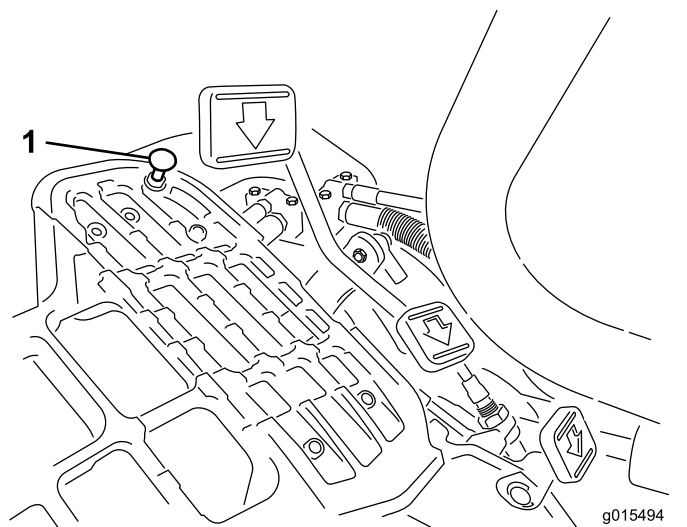

図 48
走行ペダルを踏み込んでみてください。ケーブルに張力が掛かる前にペダルがストップ 図 48 に当たる場合には調整が必要です。
1. ペダルストップをフロアプレートに固定しているフランジヘッドロックナットをゆるめる 図 48。